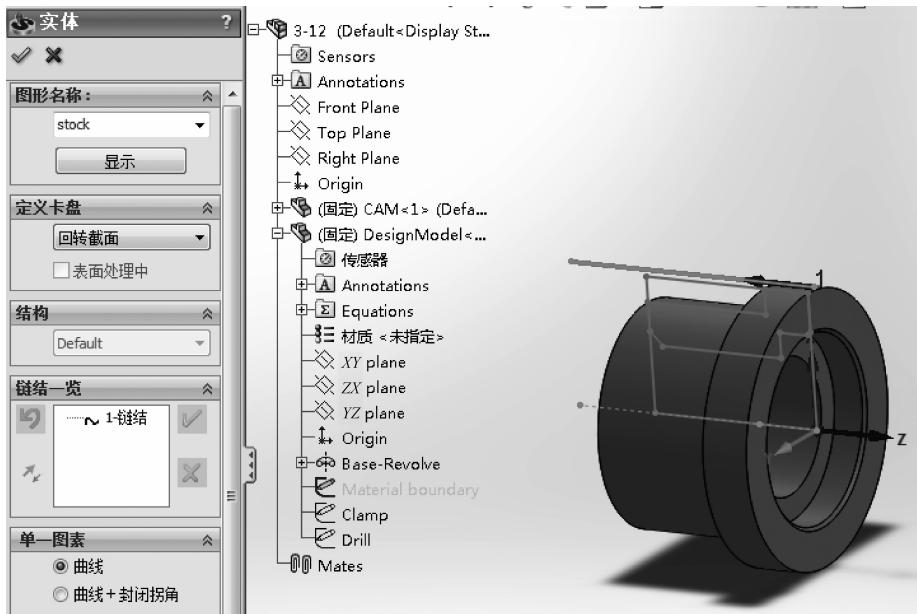

图 3-12 毛坯加工边界的定义
(3) 在【实体】属性管理器中，在【定义卡盘】选项组中，选择【回转截面】选项，在【链结一览】下面的方框中单击鼠标左键。在绘图区选择在步骤(2)中显示的草图边界作为毛坯边界，如图 3-12 所示，单击 按钮，SolidCAM 将会自动绕坐标系轴线旋转毛坯边界完成毛坯加工边界的定义。